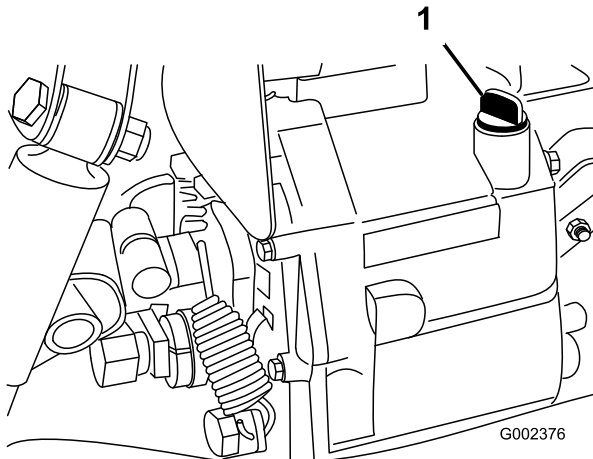

Bild 18
2. Reinigen Sie den Bereich um den Peilstab (Bild 18).